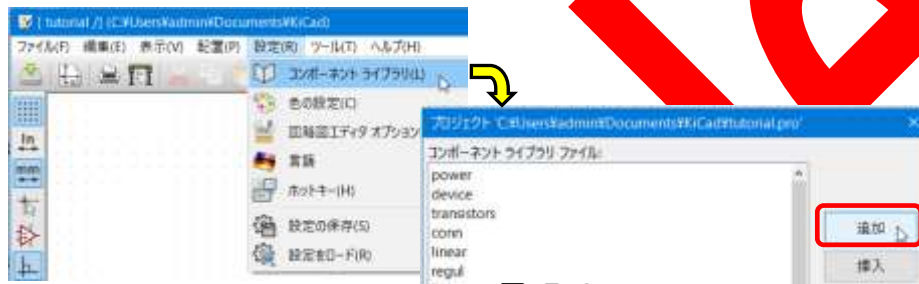

図 5-6
- ① メニューバーの[設定]→[コンポーネントライブラリ]→[追加]と進みます。図 5-6